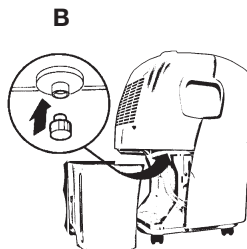

Fig. 7
2. Avlägsna vattenbehållaren. Ta pluggen från baksidans utlopp och placera det över utloppet (B) på insidan av avfuktaren (Fig. 7).